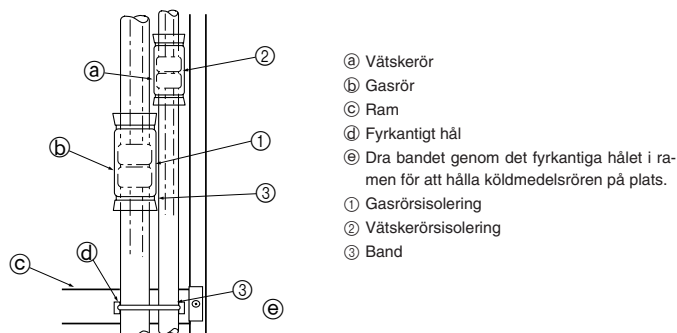

Fig. 4-5
Isolera flänsskarvarna ① och ② på gas- och köldmedelsrören helt och hållet. Om någon av skarvarna är frilagd, kan kondens droppa ned. (Fig. 4-5)
- Fäst gasrörsisoleringen ① och våtskerörsisoleringen ② i båda ändar, så att de inte kan glida och hamna i linje med varandra.
- Efter det att isoleringen anbringats, ska bandet ③ användas till att fästa köldmedelsröret till ramen (under rörskarvsdelen). Detta förhindrar att köldmedelsröret lyfter ifrån ramen.